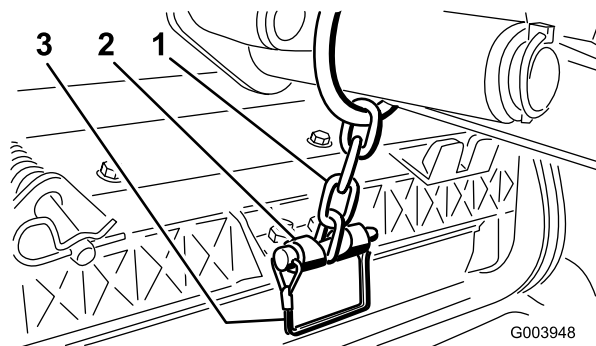

Figure 14
13. Fixez la chaîne du bras de relevage au support de la chaîne avec la goupille élastique (Figure 14). Utilisez le nombre de maillons mentionné dans le *Manuel de l'utilisateur* du tablier de coupe.